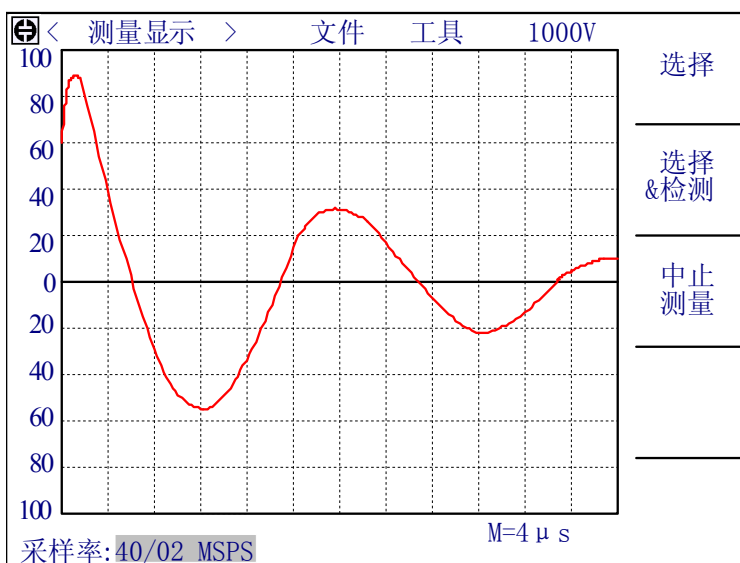

图 4-8 标准波形采样-连续循环
1. 连续循环:按下启动键后,仪器将循环的测试每个采样率下的标准波形,而且每两次测试间将等待一段时间,等待用户的操作,此时可用的软键如图 4-8 所示。